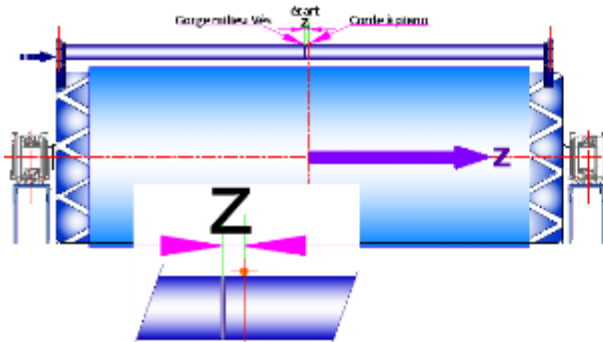

Fig.25 : Vés : milieu décalé de la corde à piano
12. Faire coïncider parfaitement le milieu des vés, matérialisé par des gorges fines, usinées sur les tubes d'entretoise des vés, avec la corde à piano {fig.25, 26}.